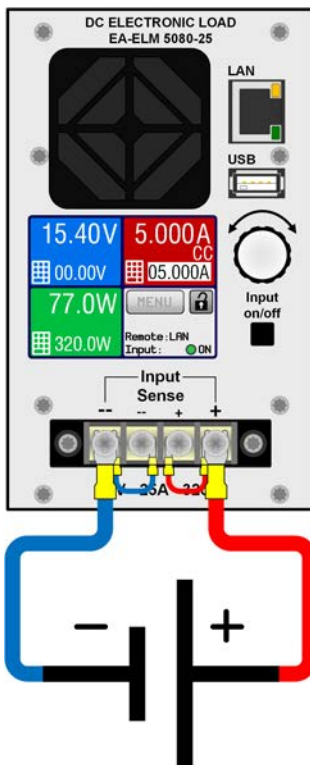
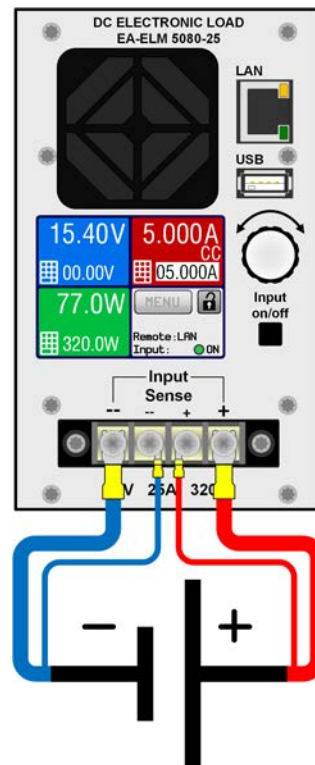

Figure 10 - Câblage DC sans mesure à distance (cavaliers)
Figure 11 - Câblage DC avec mesure à distance connecté à la source
- La mesure à distance est uniquement possible en fonctionnement à tension constante (CV) et l'entrée «Sense» doit être déconnectée dans les autres modes de régulation si possible, car si elle est connectée elle augmente le risque d'oscillations.
- Le câble + sense doit être relié au + de la source et - sense au - de la source, sinon l'entrée Sense de la charge électronique peut être endommagée. Par exemple voir *Figure 11*.
Dans les deux situations voir les exemples de câblages en *Figure 10* et *Figure 11*.